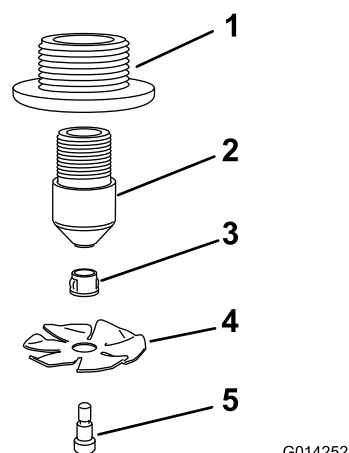

Figure 14
- Assemblez les buses montrées à la Figure 14.